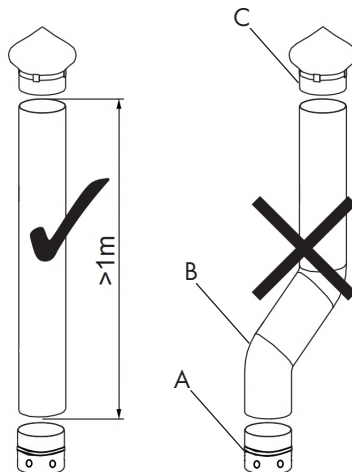

Fig. 9
Voor gebruik buitenshuis of in gedeeltelijk afgesloten, goed geventileerde ruimten zonder rookgasafvoer, moet u een eenvoudige rookgasadapter op de rookgasaansluiting (A) monteren, zie ook Fig. 9